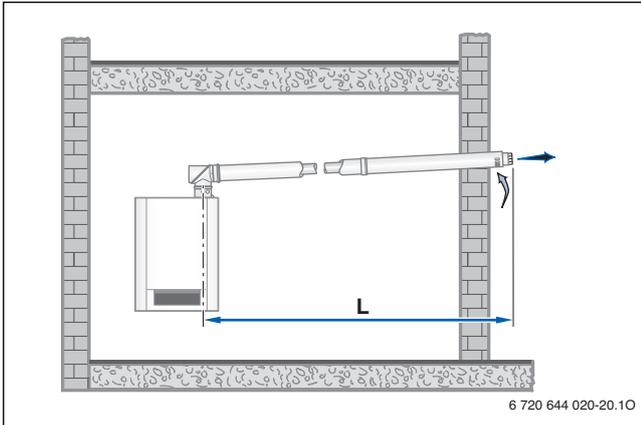

Bild 15 Montagevarianten C13x
**Abgasleitung zum Schacht als konzentrisches Rohr mit Grundbausätzen GA-K und GAL-K (C53) (Bild 15)**